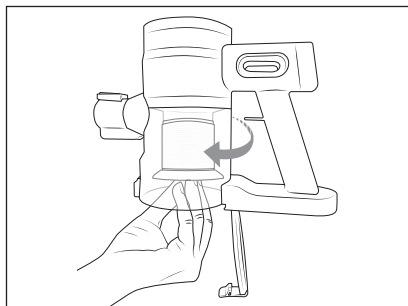

Fig. 11
- 2) Tag filteret af rustfrit stål **6** og EPA-fileret **5** ud af støvbeholderen **2** ved at dreje EPA-fileret **5** i urets retning (se fig. 11). Tag derefter filteret af rustfrit stål **6** og EPA-fileret **5** ud af støvbeholderen **2** nedefra.